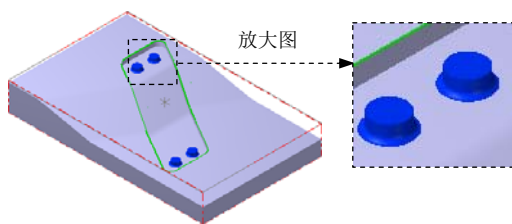

图 14.22 选取干涉面
(2) 单击 **检测** 区域中的 按钮, 选取图 14.22 所示的面为干涉面 (共 20 个), 然后按 Enter 键, 再单击 按钮完成加工面和干涉面的选取, 同时系统返回至“刀具路径的曲面选取”对话框。